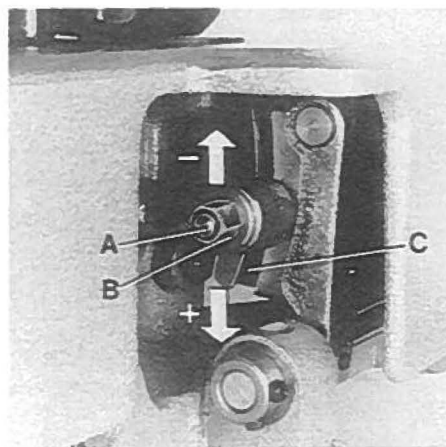

Fig. 27
The length of the stitch can be adjusted by raising or lowering stud (A, Fig. 27) in the segment slot of feed rocker (C) located at the rear of machine below the cloth plate. Lowering stud (A) will lengthen the stitch, raising the stud will shorten the stitch. After loosening nut (B), stud (A) can be moved accordingly. When the desired stitch length is obtained, retighten nut (B).
Die Stichlänge kann durch höher oder tieferstellen des Bolzens (A, Fig. 27) in der Nut des Transportantriebsrahmens (C), hinten an der Maschine unter der Stoffplatte, verändert werden. Tieferstellen des Bolzens (A) verlängert den Stich, höherstellen verkürzt ihn. Nach Lösen der Mutter (B) läßt sich der Bolzen (A) entsprechend verschieben. Wenn die gewünschte Stichlänge eingestellt ist. Ziehen Sie die Mutter (B) wieder an.